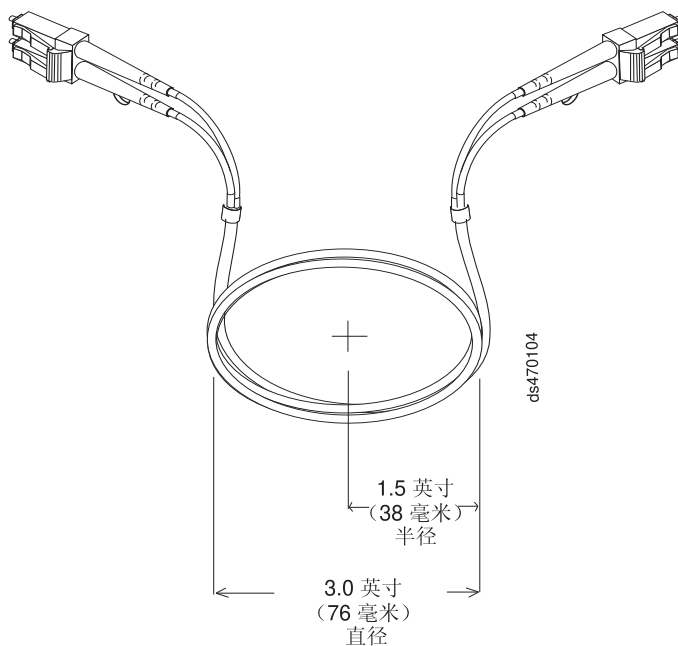

图 19. 建议的光缆弯曲和环路规格
**注：**IBM 光纤通道 (FC) 电缆选件已经测试，并获得批准，可以用于 IBM DS 存储器产品。为了实现最佳的性能和兼容性，当安装 IBM DS 产品时，请始终使用 IBM FC 电缆选件。
- 在存放过长或未使用的光缆时，请勿将光缆弯曲到直径小于 76 毫米（3 英寸）或半径小于 38 毫米（1.5 英寸），也不要让光缆卷在一起。请参阅图 19。